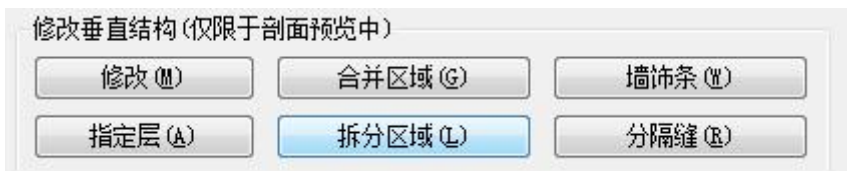
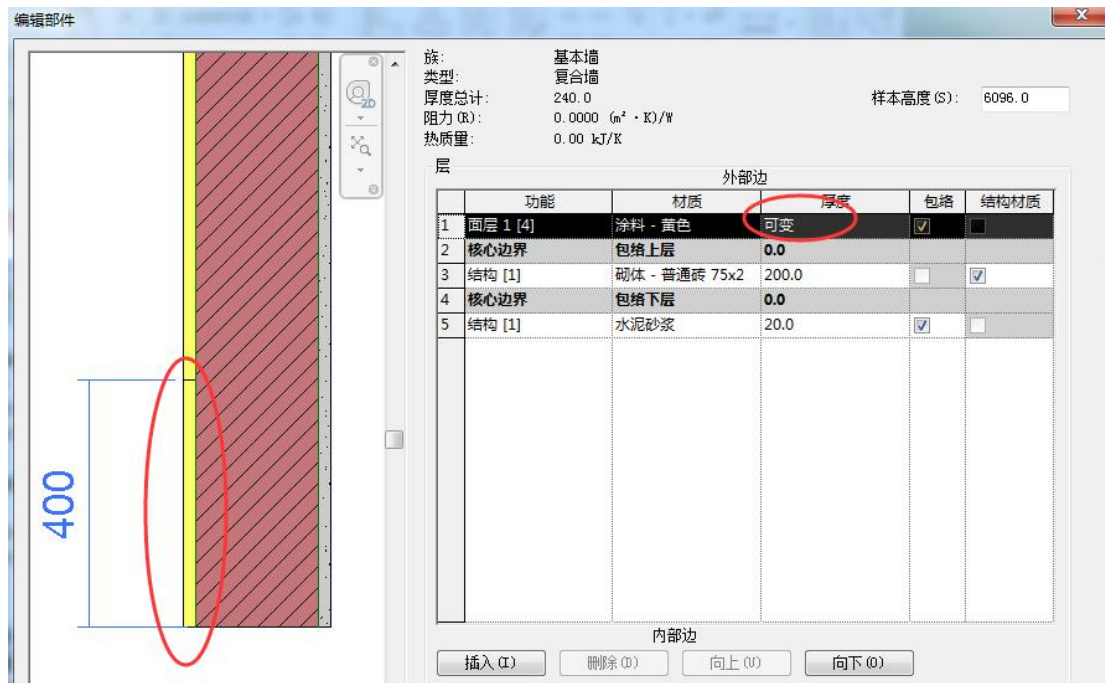

图 3-19 “拆分区域”工具
图 3-20 拆分面
- 点击“拆分区域”按钮（图 3-19），移动光标到左侧预览框中，在墙左侧面层上捕捉一点进行单击，会发现面层在该点处拆分为上下两部分。注意此时右侧栏中该面层的“厚度”值变为“可变”（图 3-20）。